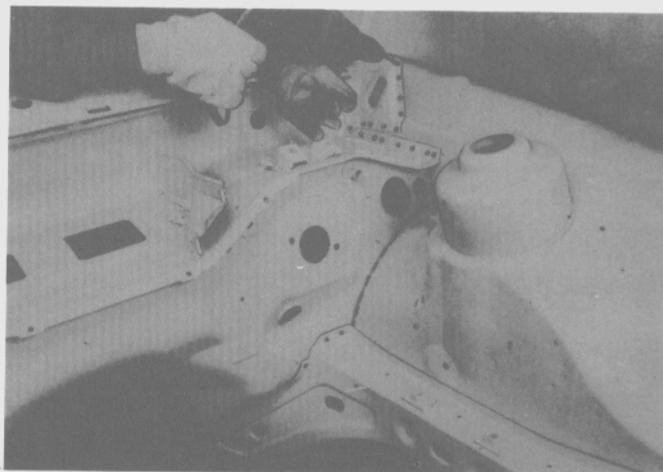

Fig. 141
- Taladrar los puntos de soldadura del guardabarro delantero interior y el panel del tablero desde el lado del compartimiento del motor (Fig. 141).